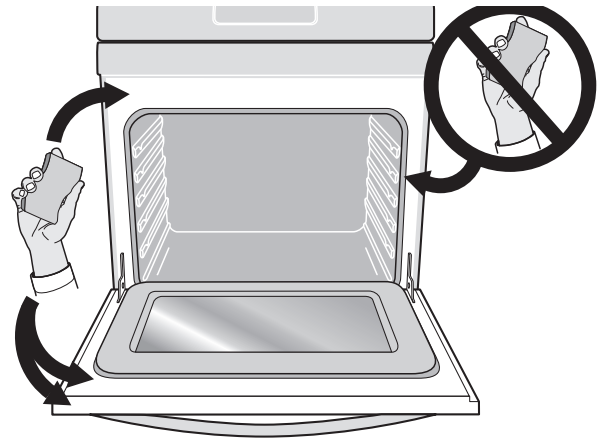

Figura 24: Limpieza alrededor de la junta del horno
- No use agentes de limpieza para hornos o capas protectoras en las piezas del interior del horno o alrededor de estas. No limpie la junta de la puerta del horno. Tenga cuidado de no frotar, dañar, extraer ni aplicar productos limpiadores a la junta de la puerta del horno (Figura 24). De lo contrario, se podría dañar y restar eficiencia al horno.
- Limpie con agua y jabón la suciedad pegada al marco del horno, al revestimiento exterior de la junta de la puerta del horno y al área pequeña en la parte delantera central del piso del horno (Figura 24).